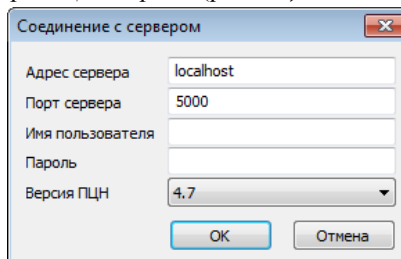

Рис. 16. Задание параметров соединения
- ✓ в открывшемся окне *Соединение с сервером* укажите IP-адрес сервера ПЦН (пример: 90.188.91.252), порт сервера (по умолчанию - 5000), имя пользователя и пароль пользователя с правами администратора *ПЦН Мираж* (рис. 16);